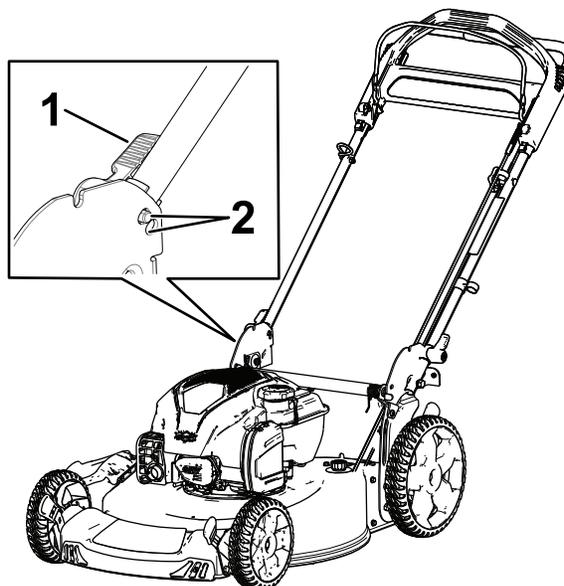

Figure 4
3. Actionnez le verrou du guidon dans l'une des deux positions (Figure 4) jusqu'à ce que la goupille s'enclenche en place et verrouille le guidon en position d'utilisation.